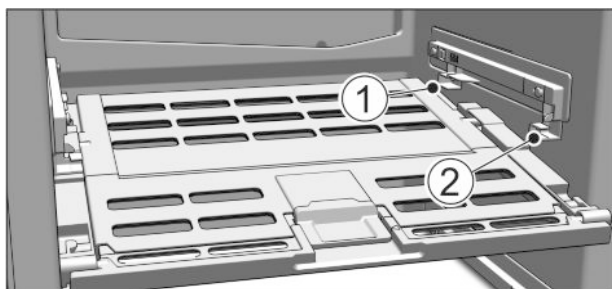

Fig. 51
- ▶ Поставяне на капака на отделението Fruit & Vegetable-Safe: Пъхнете шийките на капака отдолу в задния държач Fig. 51 (1) и фиксирайте отпред в държача Fig. 51 (2).